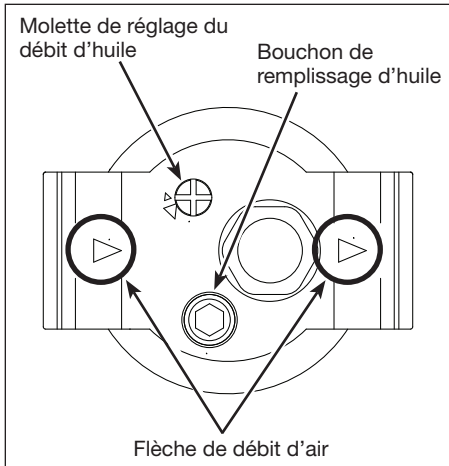

Figure 2 - Détail indiquant l'emplacement de la flèche de direction du débit et du bouchon de remplissage d'huile
1. Trouver la flèche indiquant la direction du débit (Voir Figure 2, détail). La flèche montre la direction du débit d'air.
3. Vérifiez que les flèches pointent en direction du débit d'air (Voir la figure 2.)
3. Le débit d'huile est contrôlé par la vis étroite de réglage cylindrique (voir la Figure 2). Tourner dans le sens anti-horaire pour augmenter le débit d'huile ou dans le sens horaire pour le diminuer. Le débit d'admission d'huile s'ajuste automatiquement en fonction des variations du débit d'air.
4. Le graisseur peut être rempli pendant que le système soit pressurisé. Enlever le bouchon de soulagement lentement afin de soulager la pression d'air. (Voir la figure 2.) Une fois le bouchon de remplissage d'huile retiré, verser de l'huile dans le lubrificateur puis remettre le bouchon en place. Remettre le bouchon de remplissage d'huile en place avant de faire fonctionner à nouveau l'appareil. Il est également possible de retirer le récipient après avoir enlevé le bouchon de remplissage d'huile. Si vous retirez le récipient pour remplacer l'huile, vous assurer de le remettre au même endroit et de serrer le joint du bol avant de remettre en place le bouchon de remplissage d'huile.